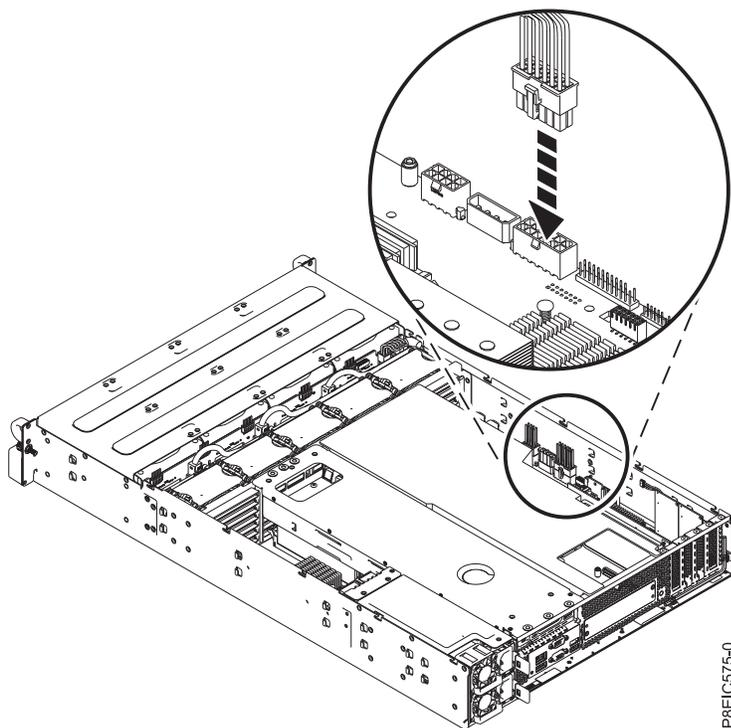

Abbildung 33. Netzkabel des Laufwerks an der Vorderseite anschließen
9. Tauschen Sie das Netzkabel des Laufwerks an der Vorderseite an der Systemrückwandplatine aus (siehe Abb. 33). Stellen Sie sicher, dass die Kabelklemme am Anschluss einschnappt.